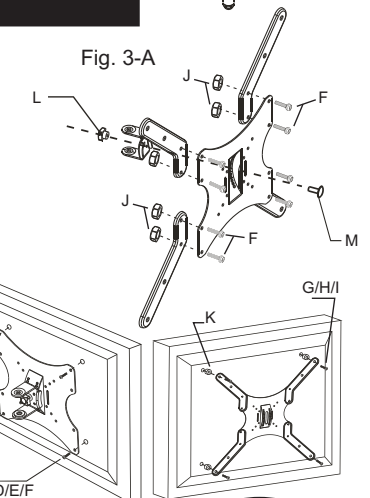

Fig. 3-B
- Fixe o suporte de parede no suporte do televisor com a ajuda do parafuso (N), 2 anilhas (C) e porca (P). (Fig. 3-C)
ES - Utilice el tornillo (M) y el tornillo de ajuste (L) para fijar el soporte a la toma de TV. Si es necesario, instale barras extensibles. (Fig. 3-A)